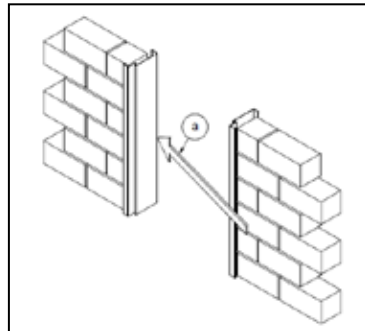

Abb. 1.2
- Die Toleranzen von der waagerechten oder vertikalen Solllage dürfen max. $\pm 1,0$ mm pro Meter betragen. (Abb. 1.2 - Blickrichtung (a))